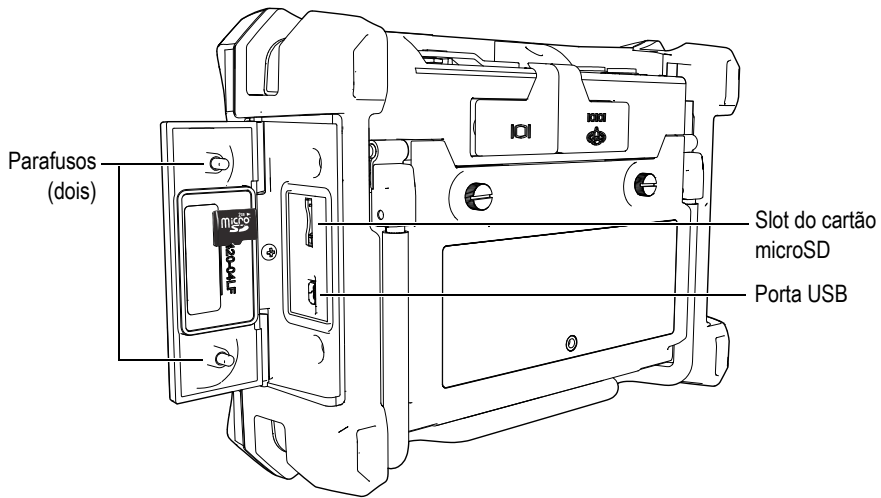

Figura 2-12 Instalar cartão microSD
2. Solte os dois parafusos e, em seguida, abra a porta I/O do BondMaster 600 (veja Figura 2-12 na página 45).